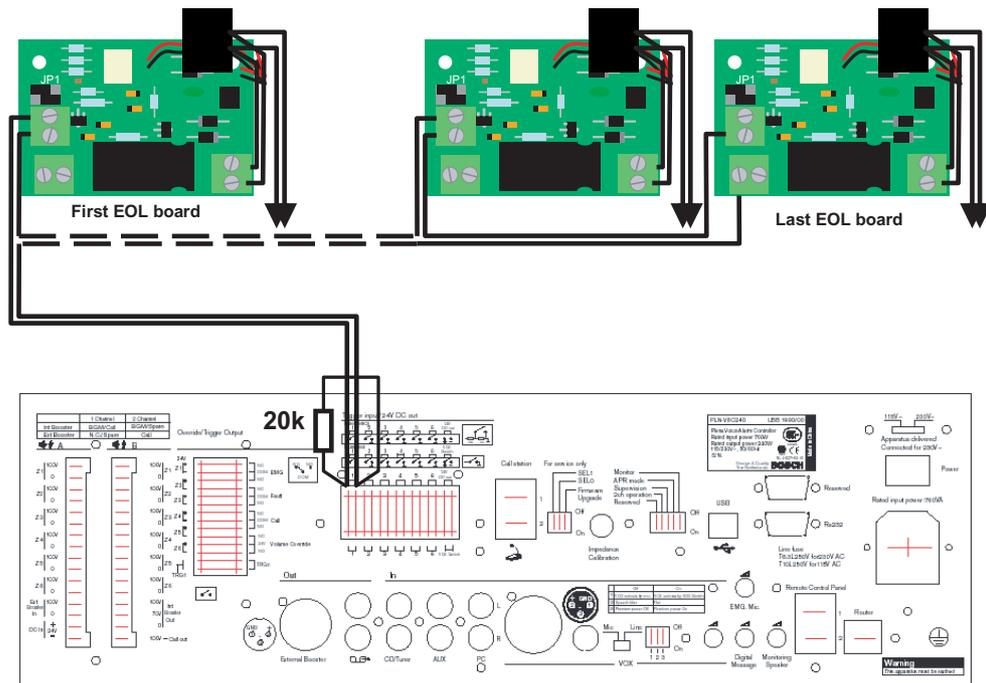

Figure 4.5 Indication d'entrée de commande
4. Connectez les cartes EOL de l'entrée de déclencheur comme indiqué en *Figure 4.5*. Cette entrée doit être sur le contrôleur ou le routeur auquel les lignes de haut-parleurs qu'il contrôle sont également connectées.